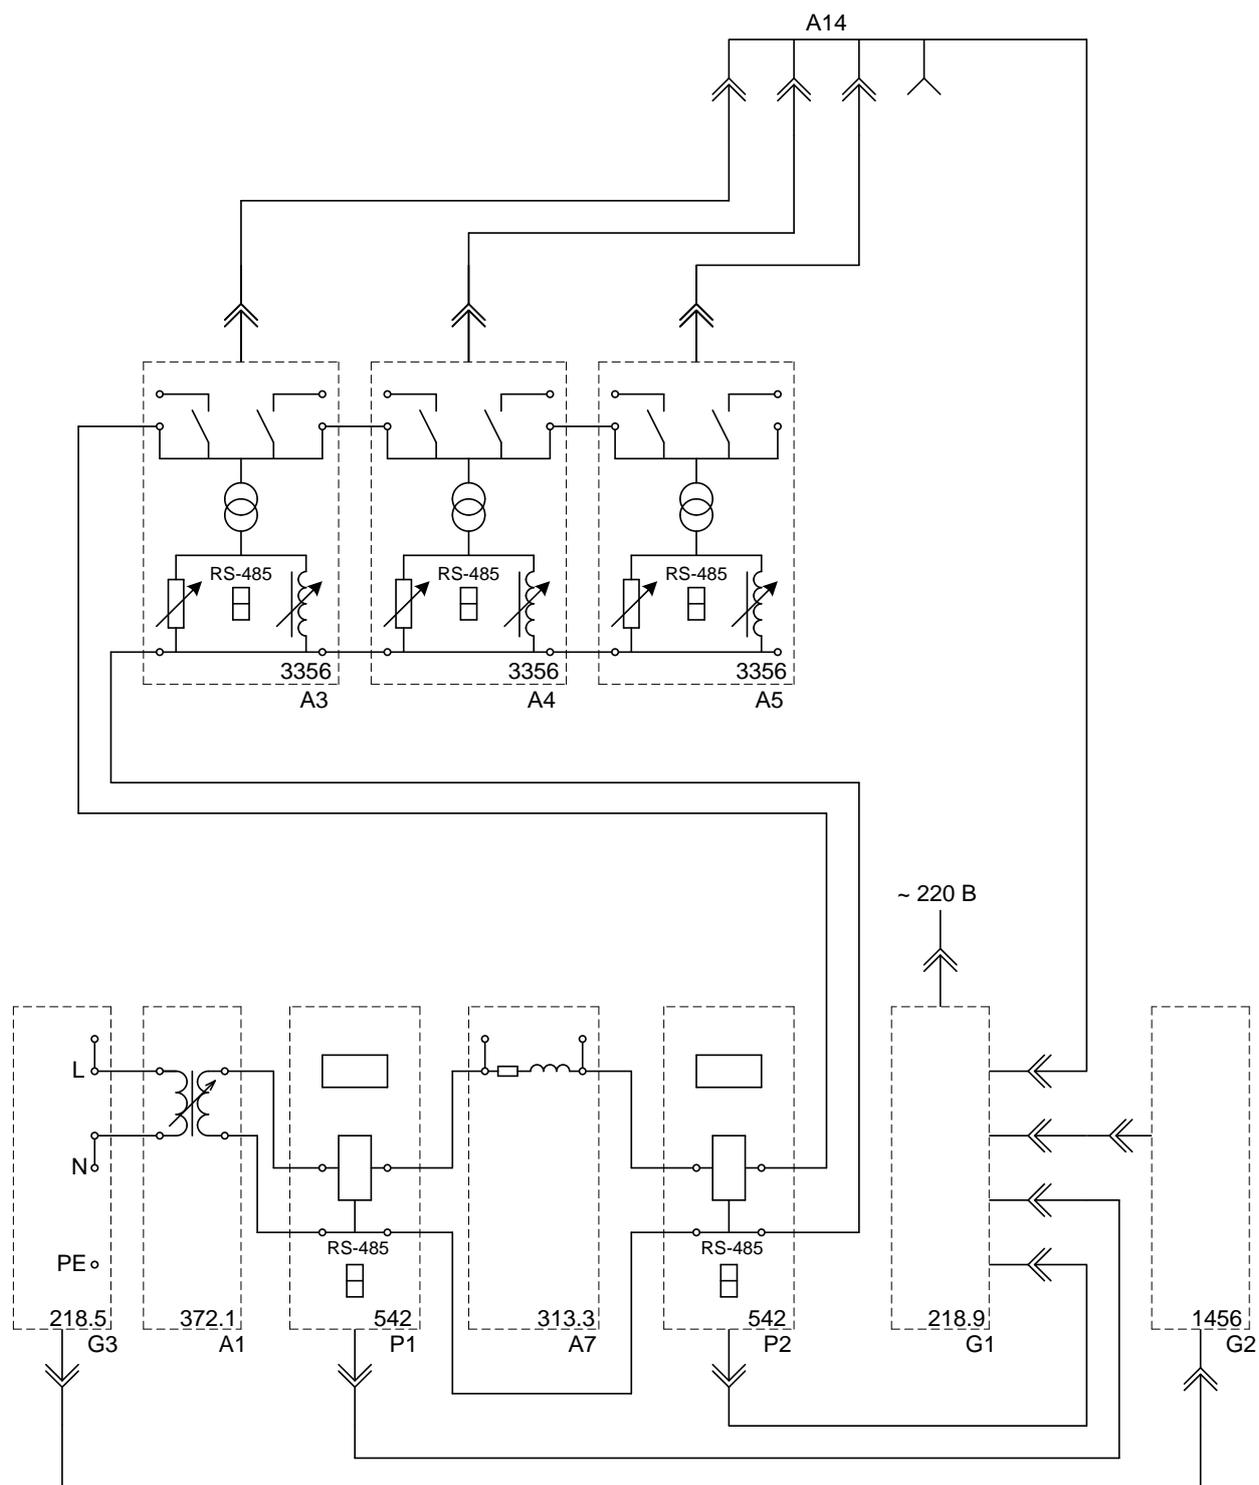

Рис.1.2. Схема для измерения параметров установившегося режима работы фазы линии электропередачи.
- Соедините аппаратуру в соответствии со схемой электрической соединений, приведенной на рис. 1.2.